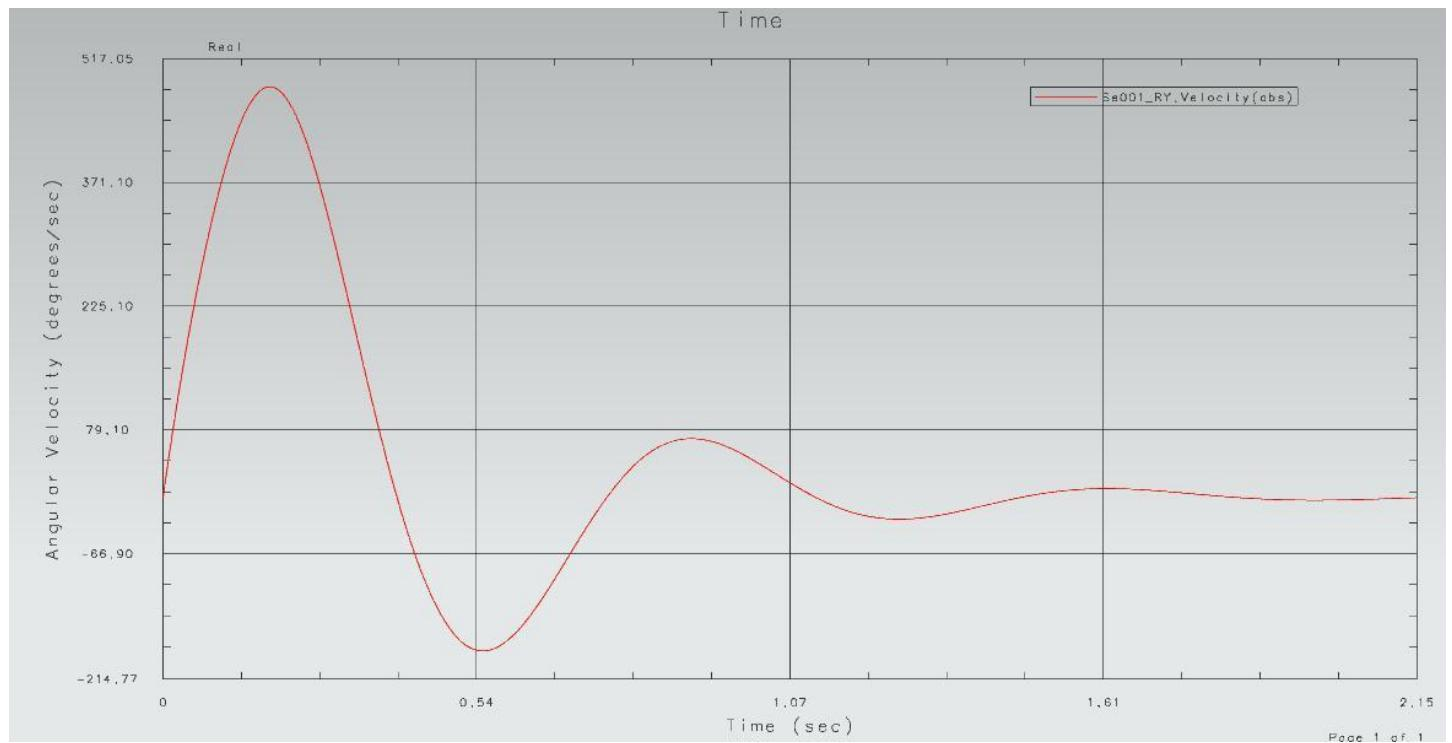
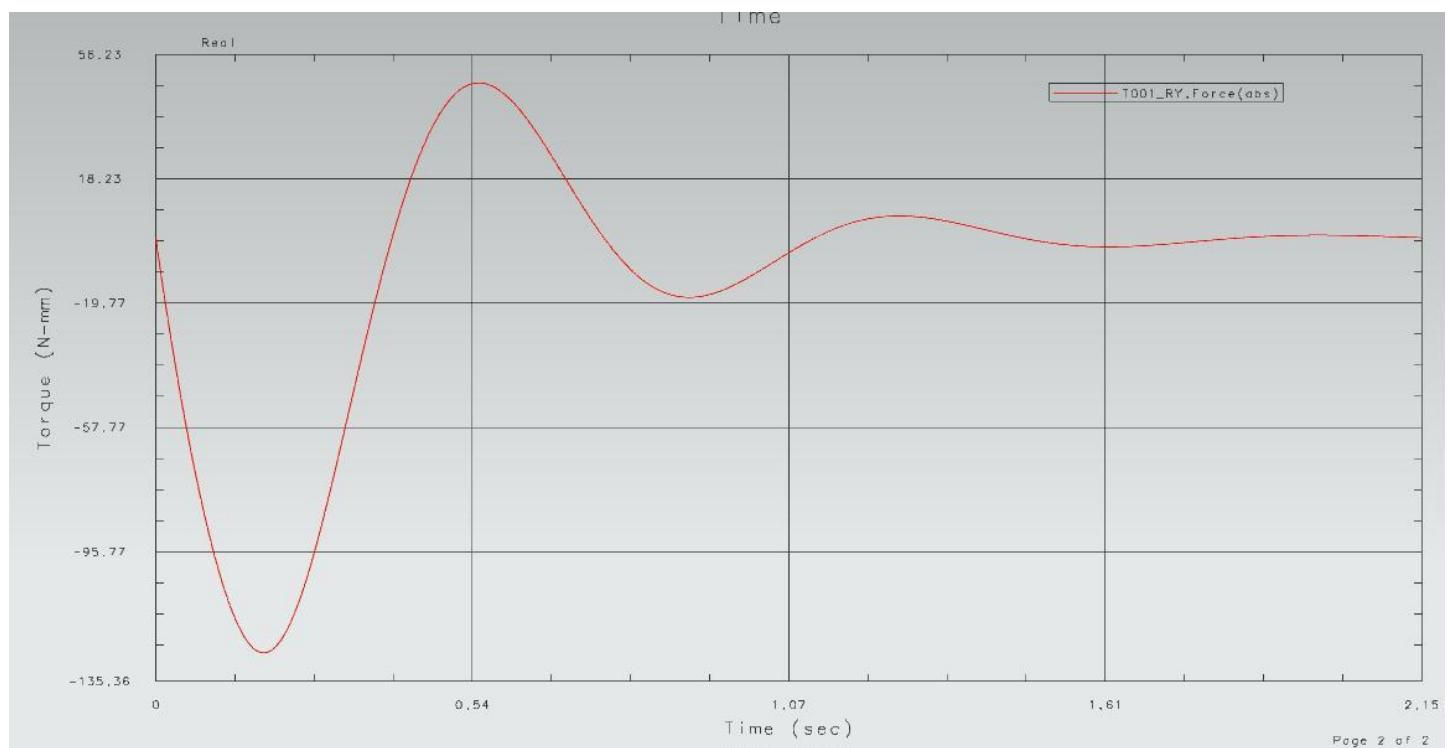

рис.139
рис.140
- График угловой скорости от времени (значение нашего сенсора) показан на рис.139. А график приложенного момента – на рис. 140.